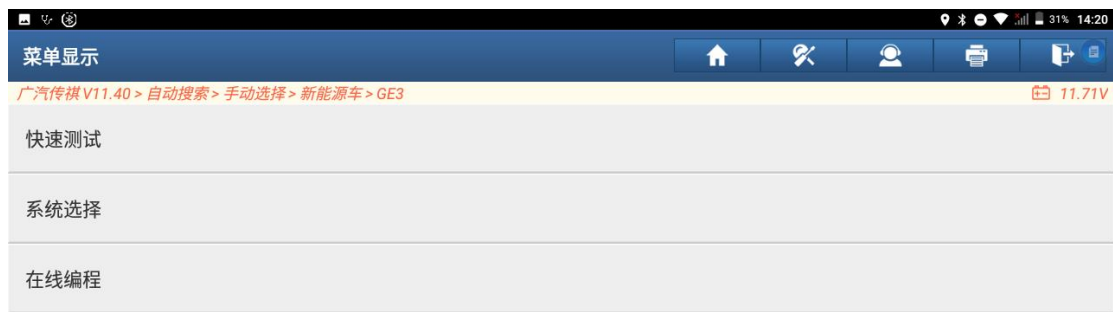

图 7
6. 然后返回到车型功能菜单，选择【在线编程】菜单，如图 7：